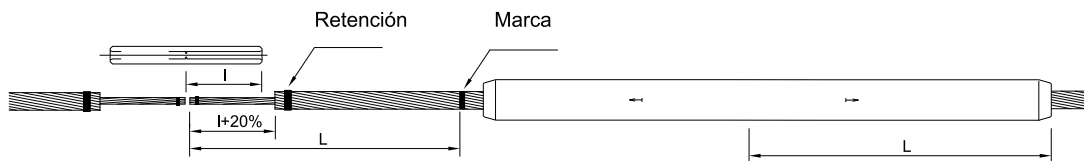

Fig. 1
- 1 Introducir un extremo del conductor a través del manguito de aluminio de forma que sobresalga en una longitud superior a la mitad de la del manguito. Retencionar el extremo en cuanto sobresalga para evitar su destrenzado. **(Fig. 1).**
- 2 Marcar con tinta o pintura los conductores a una distancia de los extremos igual a la mitad mas un 20% aproximadamente de la longitud del manguito de acero haciendo sendas retenciones a continuación de las marcas. **(Fig. 1).** Realizar unas segundas marcas con tinta o pintura a una distancia de cada extremo igual a la mitad de la longitud del manguito de aluminio.
- 3 Pelar los extremos hasta las marcas realizadas dejando al descubierto el alma de acero. Se ha de cuidar especialmente no dañar lo más mínimo los hilos de acero al realizar esta operación. Marcar con pintura o tinta las almas de acero en una longitud igual a la mitad del manguito de acero para tener la certeza de que nada nos impide introducir el alma hasta la mitad del manguito. **(Fig. 1).**